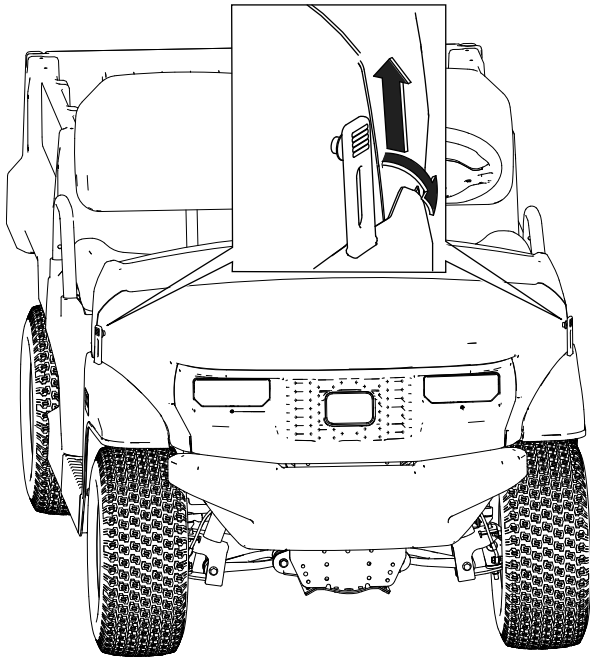

Bild 30
1. Heben Sie den Hebel der Gummriegel an jeder Seite der Motorhaube an (Bild 30).
2. Fluchten Sie die Gummriegel auf den Riegelankern an jeder Seite der Motorhaube aus, um die Motorhaube zu befestigen (Bild 30).